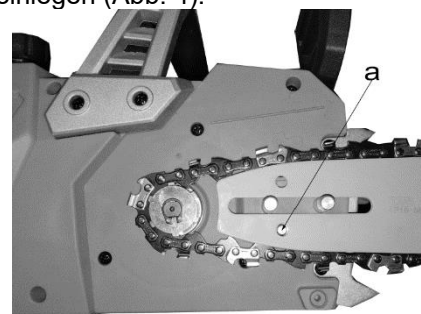
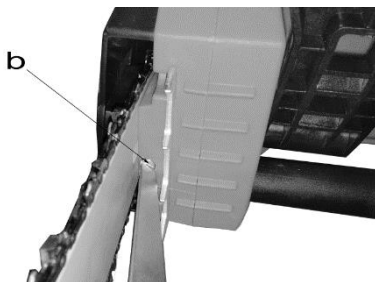
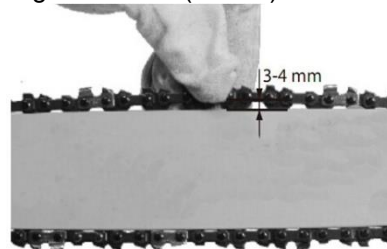

Abb. 5
Abb. 8
Abb. 9
- Den Schwert mit der Kette in die Halterung der Kettensäge einschieben. Die Kette gleichzeitig auf das Kettenrad auf dem gesamten Umfang einlegen (Abb. 5).
Hinweis: Der Kettenspannbolzen (Abb. 5-a) muss sich in der Führungsmittle befinden. Im Bedarfsfall den Spannbolzen der Kette mit Hilfe der Schraube (Abb. 8-b) einstellen.
- Die Kettenspannung mithilfe der Spanschraube einstellen (Abb. 8-b). Durch das Drehen der Schraube im Uhrzeigersinn wird die Kettenspannung erhöht, gegen den Uhrzeigersinn wird die Kettenspannung reduziert. Die Kette ist richtig gespannt, wenn sie in der Mitte des Schwertes ungefähr um 3-4 mm angehoben werden kann (Abb. 9).